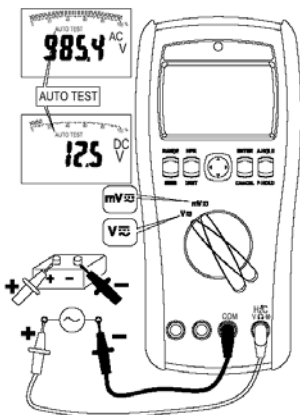

Рис. 7.1
3. Синей функциональной клавишей выбрать режим измерения: постоянное (DC), переменное (AC), переменное со смещением (AC+DC).
4. Подключить измерительные провода параллельно источнику напряжения (рис.7.1).